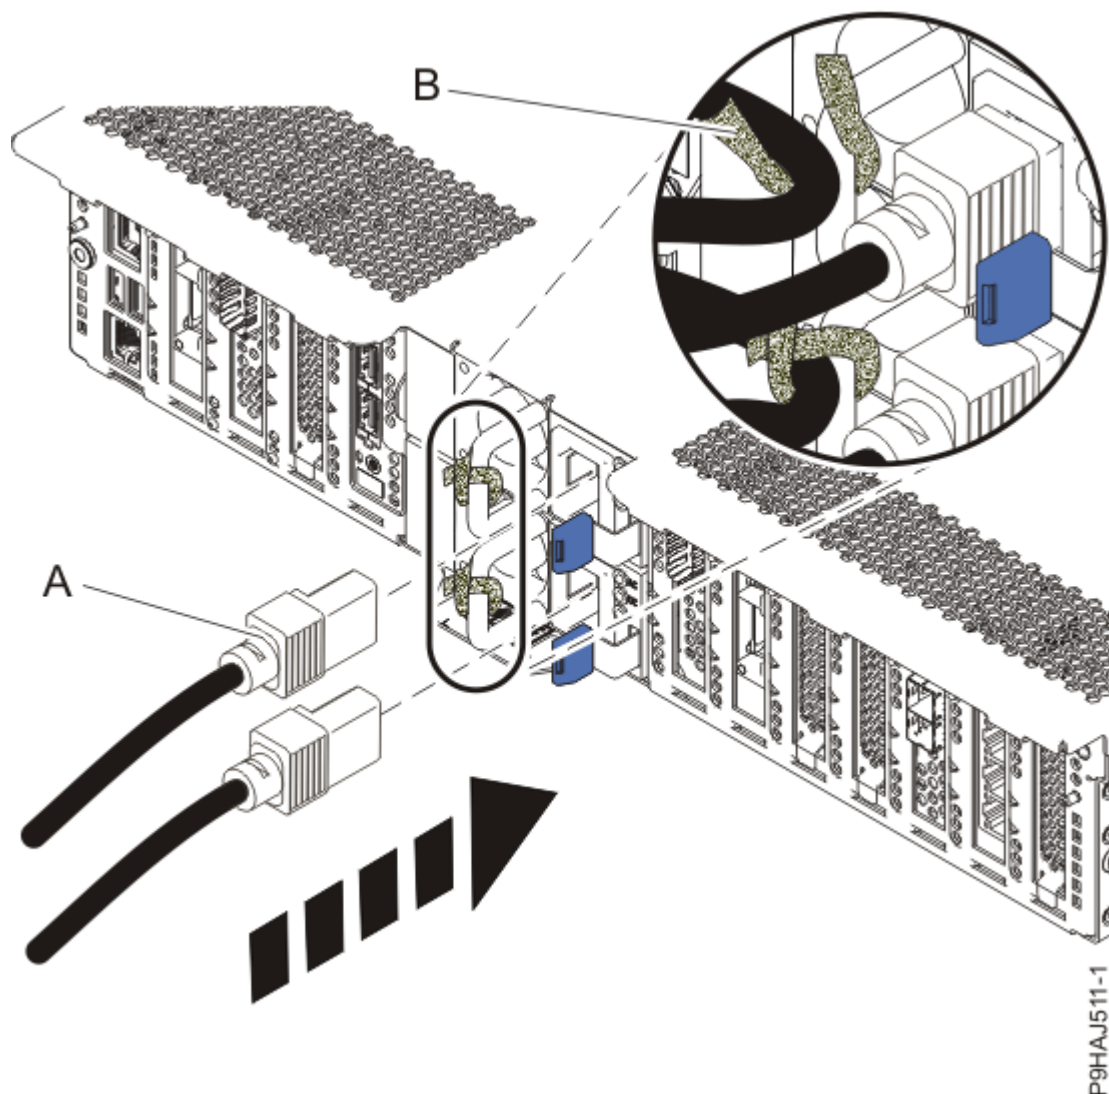

Figura 30. Connexió dels cables d'alimentació
9. Mitjançant les etiquetes, torneu a connectar els cables d'alimentació **(A)** a la unitat del sistema. Colleu els cables d'alimentació al sistema utilitzant les brides, **(B)**, tal com es mostra a la Figura 30 a la pàgina 47.